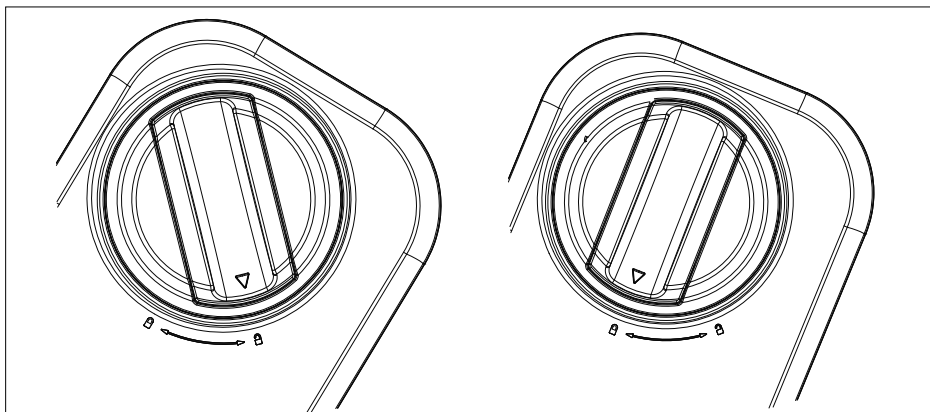

Abb. 8
- ▶ Drehen Sie den Deckel in Richtung , bis er einrastet (siehe Abb. 8).